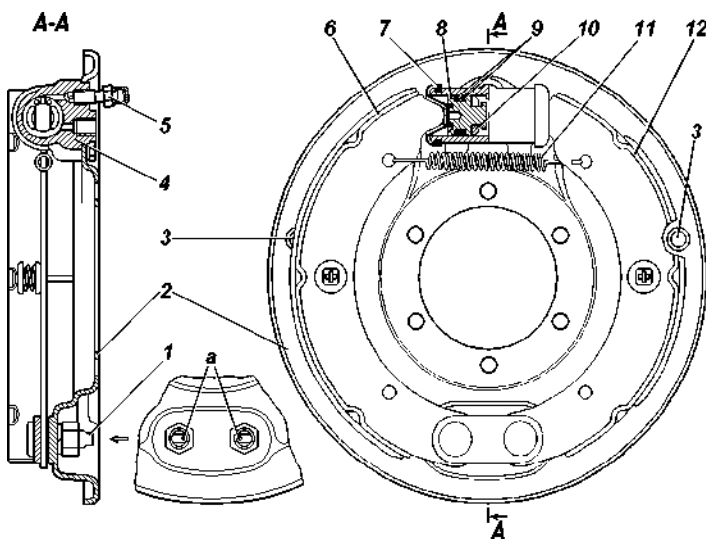

Рис. 9.32. Тормоз заднего колеса:
**Барabanные тормозные механизмы задних колес** (рис. 9.32). Периодически снимайте тормозные барабаны и очищайте детали тормозов от пыли и грязи. Периодичность этой операции зависит от условий эксплуатации автомобиля. В летнее время и при езде по грязным дорогам чистка должна проводиться чаще, зимой - реже.